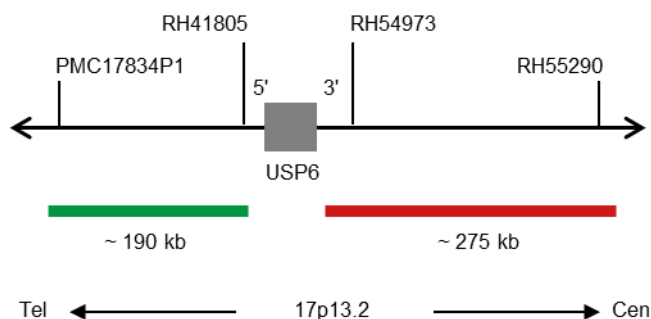

Abb. 1: SPEC USP6 Sondenlokalisierung (nicht maßstabsgetreu)
- Digoxigenin-markierten Polynukleotiden ($\sim 0,50$ ng/ μ l), die gegen Sequenzen in 17p13.2* (chr17:4,825,753-5,017,582) gerichtet sind, welche distal zur USP6-Bruchpunktregion lokalisiert sind (siehe Abb. 1).
- Dinitrophenyl-markierten Polynukleotiden ($\sim 0,75$ ng/ μ l), die gegen Sequenzen in 17p13.2* (chr17:5,087,046-5,361,104) gerichtet sind, welche proximal zur USP6-Bruchpunktregion lokalisiert sind (siehe Abb. 1).